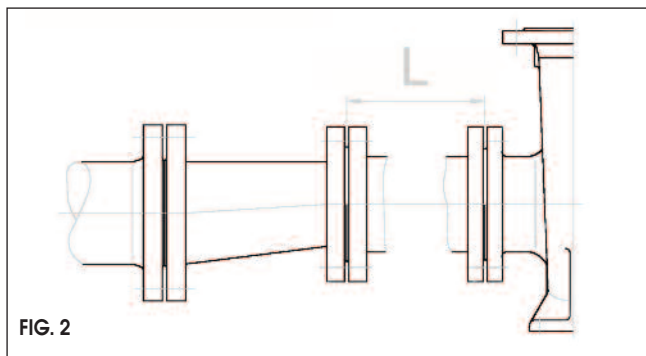

FIG. 2
- Si se modifica el diámetro, utilizar una pieza de reducción asimétrica, para evitar que se formen inclusiones de aire (fig. 2).
- Aplicar en la boca de aspiración un manguito de aspiración con un diámetro igual al de la bomba y una longitud 15 veces superior al diámetro nominal de la bomba para evitar turbulencias (fig. 2).
En los diagramas se muestra una colocación óptima de las tuberías. Para evitar que se produzcan inclusiones de aire, montar una pieza de reducción asimétrica (fig. 2).